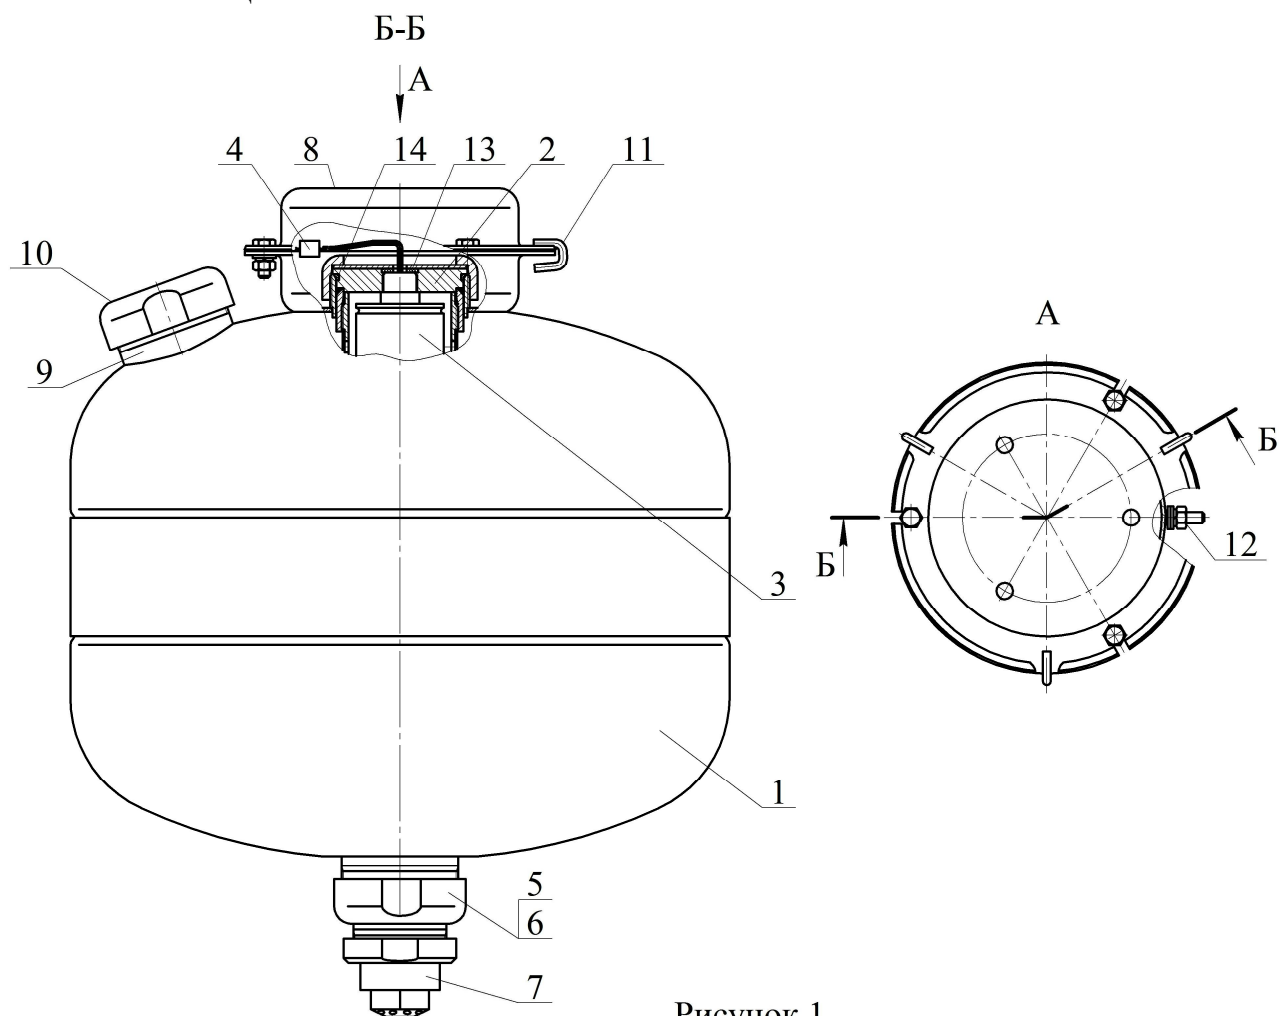

Рисунок 1
4.1.1 МУПТВ (см. рисунок 1) состоит из корпуса **1**, заправленного ОТВ, в котором размещено газогенерирующее устройство **2**. В герметичный корпус газогенерирующего устройства установлен ИХГ **3** с элементом электропусковым **4**. Нижняя горловина корпуса перекрыта срезной мембраной **5**, которая поджата гайкой **6**. С гайкой **6** через фильтрующий элемент соединен насадок-распылитель **7**. В верхней части корпуса расположены кронштейн **8** для крепления к потолочному перекрытию, горловина **9** для заливки ОТВ и предохранительный клапан **10**. Для фиксации МУПТВ при монтаже на кронштейне **8** закреплены три скобы **11**. МУПТВ имеет заземляющий зажим **12**.
6.3 Закрепить кронштейн **8** (см. рисунок 1) на потолке. Координаты отверстий в кронштейне приведены на рисунке 3.
6.5.1 Залить в отверстие верхней горловины **9** (см. рисунок 1) воды по ГОСТ 6709-72, СанПиН 2.1.4.1074-01 (температура воды должна быть плюс  $(15...25)^{\circ}\text{C}$ ) объемом  $18,22^{+0,2}$  дм3. Открыть упаковку с жидкой добавкой к воде и залить ее в отверстие верхней горловины **9**.
6.6.3 Полученный раствор ОТВ залить в отверстие верхней горловины 9 (см. рисунок 1). Для окончательного приготовления ОТВ открыть упаковку с жидкой добавкой и залить ее в отверстие верхней горловины 9.
6.8 Накрутить до упора насадок-распылитель 7 (см. рисунок 1).
7.3 Комплект поставки для перезарядки МУПТВ (см. рисунок 1):